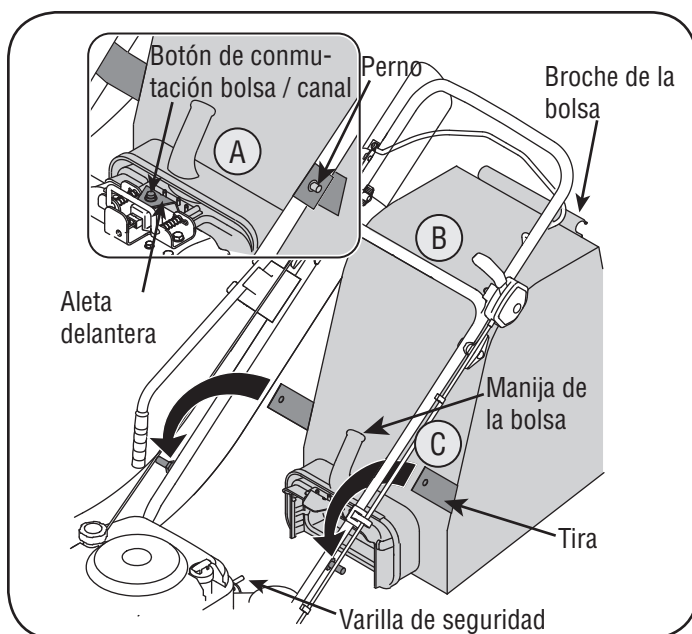

Figura 7
- a. Deslice la bolsa por encima del borde de la abertura de descarga y suelte la varilla de seguridad para ajustar la bolsa en su lugar. Vea la figura 7.
- c. Coloque las tiras inferiores de la bolsa por encima de la parte superior de la manija inferior, enganchándolas en los pernos. Vea la figura 7.